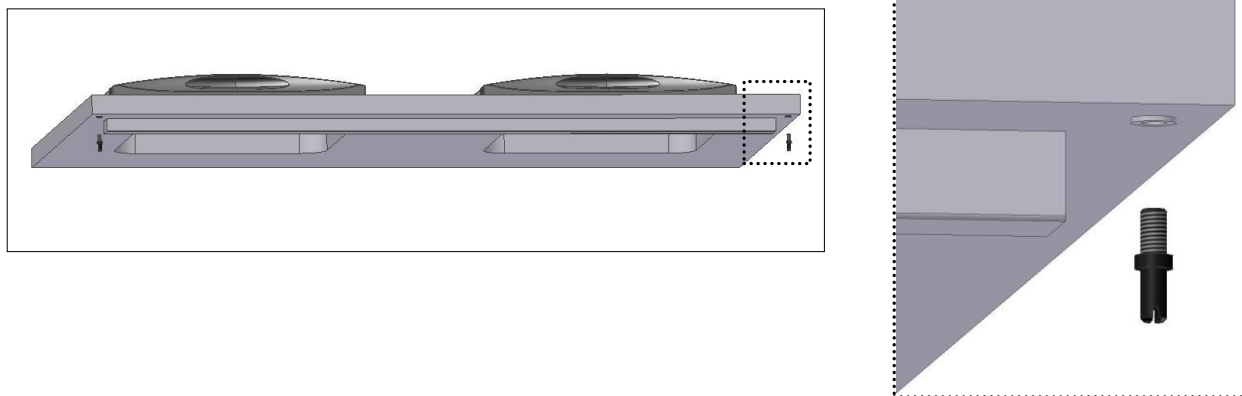

Fig. 6
- Colocar **los pernios superiores** en la encimera (Fig. 6);